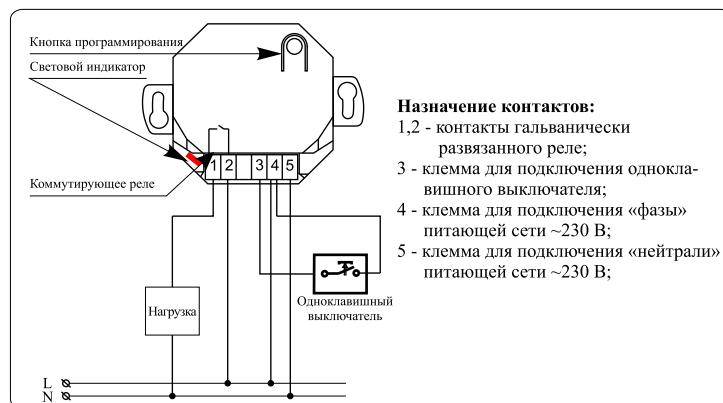

Рисунок 1 Типовая схема подключения Nero II 8422 UPM и назначение контактов
Коммутирующее реле включено между контактами 1 и 2. Для возможности включения/выключения нагрузки необходимо подать «фазу» на контакт 2 (см. рисунок 1), а нагрузку включить между контактом 1 и «нейтралью».
- «нейтраль» подключается к контакту 5 (см. рисунок 1).